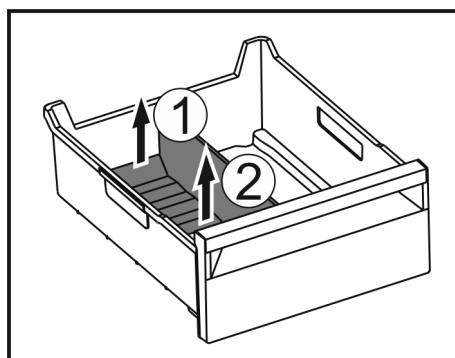

Fig. 114
- Приподнимите заднюю часть разделителя отделения для льда. Fig. 114 (1)
- Извлеките разделитель отделения для льда движением вверх. Fig. 114 (2)